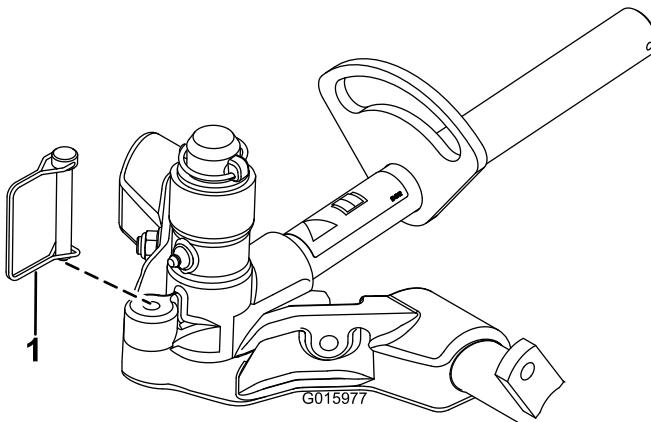

Figura 17
12. Para bloquear la dirección de las unidades de corte, sujeté la horquilla de pivote al bastidor de tiro con el pasador de alambre (Figura 17).